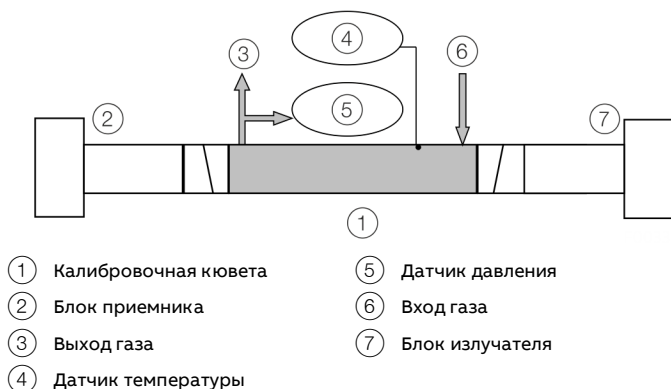

Рисунок 47. Калибровочная установка
2. Установите блоки излучателя и приемника на проверочную кювету, см. **Рисунок 47**.